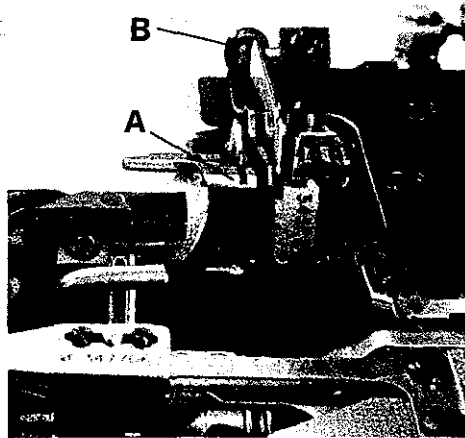

Fig.17
For cleaning in the area of the take-up remove the cloth plate. Flip-up cast-off plate (A, Fig. 17), as for threading and screw out stop screw (B) until the cast-off plate has fully swung up and rests on the bed casting.
Zur Reinigung im Bereich des Fadenaufnehmers muß die Stoffplatte entfernt werden. Schwenken Sie die Fadenaufnehmerplatte (A, Fig. 17), wie zum Einfädeln, nach oben und drehen Sie die Anschlagsschraube (B) soweit heraus, daß die Fadenaufnehmerplatte ganz nach oben ausgeschwenkt am Gehäusefuß anliegt.